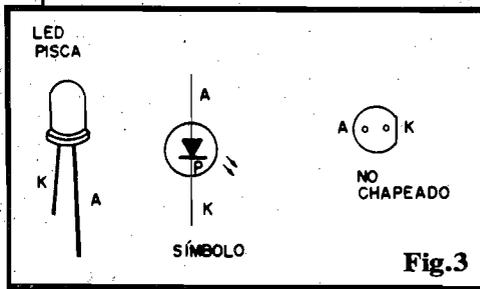

Fig.3
- FIG. 3 - O LED "PISCA" - Esse componente, externamente, nada difere de um LED comum... A semelhança é tão completa que, se um LED "pisca" for "jogado" numa caixinha que já contenha alguns LEDs comuns, da mesma cor, a única maneira de posteriormente identificá-lo é testando um a um, todos os componentes! Cuidado, portanto, para não "misturar" o dito LED especial com os demais... A figura mostra (para benefício dos principiantes...) o dito LED "pisca" em aparência, símbolo e estilização especialmente usada no chapeado do PILEP. Notem alguns pontos importantes: embora em tese LEDs "pisca" de qualquer cor possam ser usados no circuito do PILEP, recomendamos enfaticamente que o componente seja do tipo vermelho, standard (redondo, 5 mm), já que os mais seguros resultados de Laboratório foram obtidos com tal peça... Cuidado, também, com a aquisição de eventuais "refugos" industriais, que campeiam pelas Lojas "menos honestas"... É bom exigir que o LED pisca seja testado no momento da aquisição, ou então apenas comprá-lo em fornecedor de reconhecida ética co-